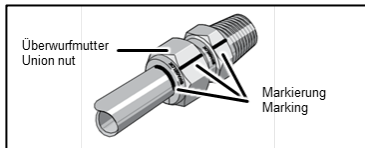

Abb. 11: Markierung der Überwurfmuttern
2. Die pneumatische Verschaltung bzw. den Zwischenkühler zwischen den Pumpenköpfen zusammen mit der Halterung abmontieren; dazu die Überwurfmuttern (Abb. 2/4) entsprechend Abb. 11 markieren und lösen.
3. Kopfdeckel (4), Zwischenplatte (14), und Gehäuse (13) durch einen durchgehenden Filzstiftstrich markieren.
4. Die sechs Zylinderschrauben mit Innensechskant (1) sowie die zwei Schrauben (6) lösen; Kopfdeckel (4) und Zwischenplatte (14) abnehmen.
9. Die pneumatische Verschaltung bzw. den Zwischenkühler zwischen den Pumpenköpfen zusammen mit der Halterung wieder montieren. Hierbei die Überwurfmutter wieder in die ursprüngliche Position anziehen (wie bei der Demontage markiert, siehe Abb. 11).